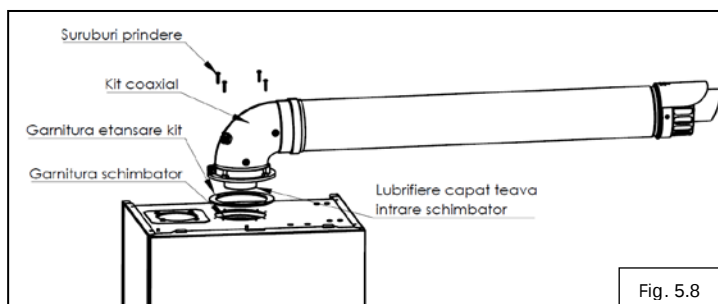

Fig. 5.8
Pentru instalarea facilă a kitului este necesară lubrifierea capatului cotului (4) la partea de intrare în centrală, utilizați numai apă sau săpun comercial standard. Lubrifierea este necesară pentru a nu deplasa garnitura de evacuare de pe schimbătorul principal de căldură (fig. 5.8). Nu utilizați niciodată lubrifianți pe bază de uleiuri minerale, pot deteriora garniturile de etansare. La instalarea kitului asigurați-vă că muchiile tevilor de intrare în centrală sunt tesite.